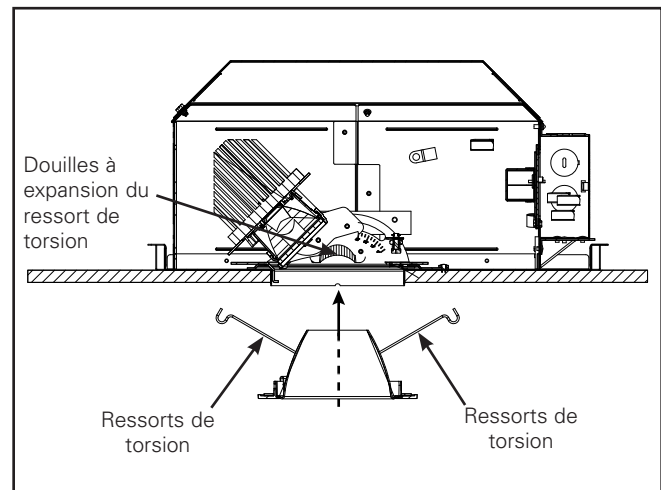

Figure 9
6. Une fois le luminaire installé et la position finale verrouillée, insérez la garniture dans le collier en pinçant ensemble les ressorts de torsion (Figure 9) et insérez-les dans les douilles à expansion du ressort de torsion.